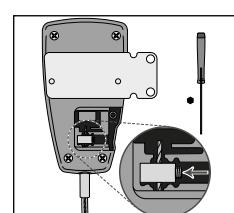

Fig. 6
5. Använd insekskrummejsel för att lossa säkerhetsskruven för konspeten två till tre varv och skjut kabelslutblocket för den inre kabeln (**se fig. 6**).